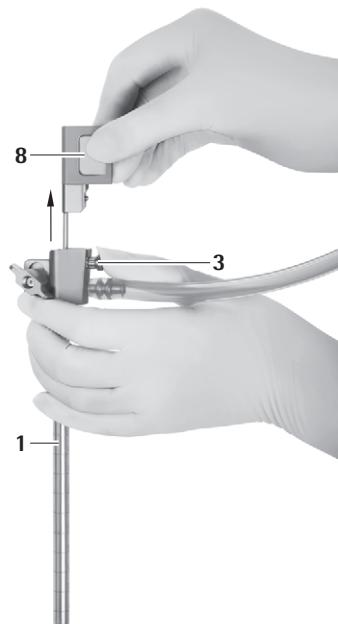

Fig. 10
- ▶ Apăsați butonul de deblocare 3 și scoateți cu grijă obturatorul pentru canalul optic 8 din trocarul MINOP InVent 1, vezi Fig. 10.